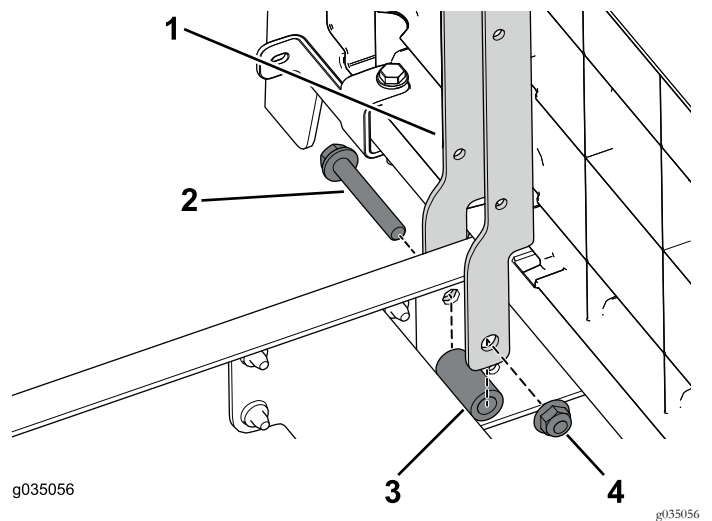

Bild 92
1. Befestigen Sie die rechte und linke Sitzstütze mit den zwei Schrauben ($\frac{3}{8}$ " x $2\frac{1}{2}$ "), Distanzstücken und Bundmuttern am vorderen Abschnitt der Maschine (Bild 92).